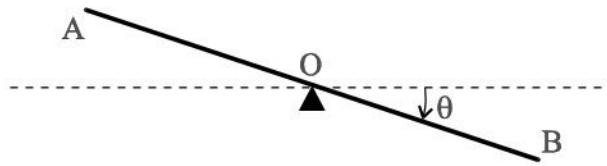

Figure 2
A.3. La tige AB est posée en son milieu O sur un support (genre "couteau" de balance) dont l'arête horizontale Oz est perpendiculaire au plan de la figure 2.